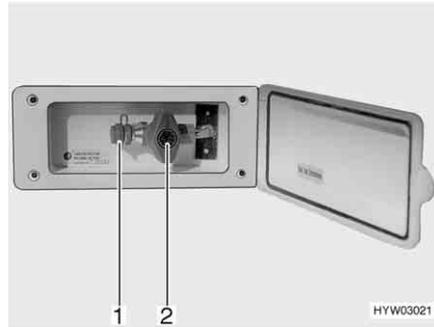

Fig. 120 Presa gas esterna, rubinetto di arresto del gas chiuso
La presa gas esterna (Fig. 120) si trova, a seconda del modello, nella parte posteriore o sul lato destro o sinistro del veicolo.
- Collegare l'apparecchio a gas esterno all'attacco (Fig. 120,1).
- Aprire il rubinetto di arresto del gas (Fig. 120,2).